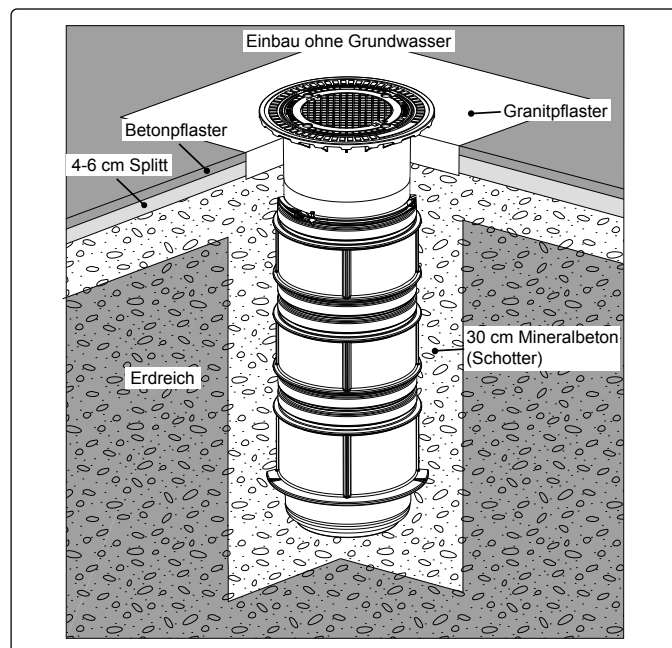

Abb. 8
- ▶ Beim Einbau der Schachtsysteme ist auf die jeweilige Belastungsklasse zu achten. Beim Einbau in begehbaren Flächen (Klasse A/B) und Flächen mit leichtem Fahrverkehr (Klasse A/B) ist das überstehende Aufsatzstück mit dem Bodenbelag einzurütteln (Abb. 8).
Wird der Endbelag mit Pflastersteinen ausgeführt, ist das Aufsatzstück 2 cm höher als der Endbelag zu nivellieren. Beim Einrütteln der Pflastersteine ist mit der Rüttelplatte auch das Aufsatzstück einzurütteln. Dabei ist zu beachten, dass die Abdeckplatte eingelegt ist (siehe Abb. 8+14), um eine Verformung des Aufsatzstückes beim Einrütteln zu verhindern.